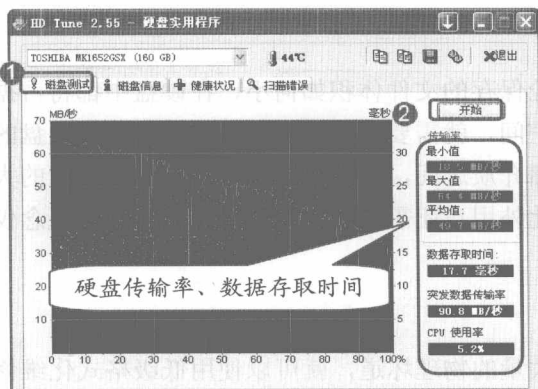

图 6-14 硬盘测试
步骤① 运行 HD Tune,选择“磁盘测试”选项卡,单击“开始”按钮,系统将开始测试磁盘,测试完成后,将显示出硬盘的传输率、数据存取时间等信息,如图 6-14 所示。